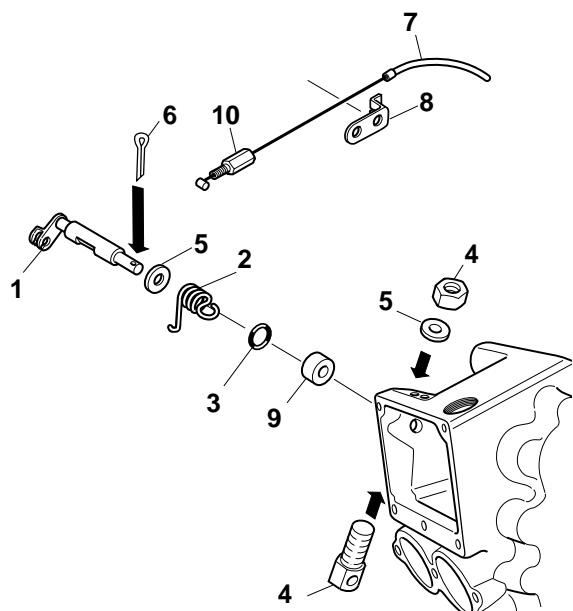

Fig. 48
1. Procedere al montaggio dell' alberino "1" (Fig.48) con le valvole in posizione di apertura: inserire la molla di ritorno "2" e posizionare correttamente in sede l'anello O.R. "3".
2. Inserire il guida albero "4" come in Fig.48 e di seguito la ranella in rame "5" e la copiglia "6":
1. Proceeding to assembly of the shaft "1" (Fig.48) with the valves in position of opening: to place the spring of return "2" and to install correctly in seat ring O. Ring "3".
2. To install the tree guide" 4" like in Fig. 48 and after the washer " 5" and the washer " 6":
1. Welle "1" (Abb.48) bei offenen Ventilen einbauen: Rückfeder "2" einsetzen und O-Ring "3" in seinen Sitz richtig legen.
2. Wellenführer "4" einsetzen: siehe Abb.48; dann Kupferscheibe "5" und Splint "6" einsetzen.
1. Monter l'arbre "1" (fig.48) avec les soupapes ouvertes: insérer le ressort de retour "2" et placer la bague OR "3" dans son siège.
2. Insérer le guide-arbre "4" voir fig. 48, puis la rondelle en cuivre "5" et la goupille "6".